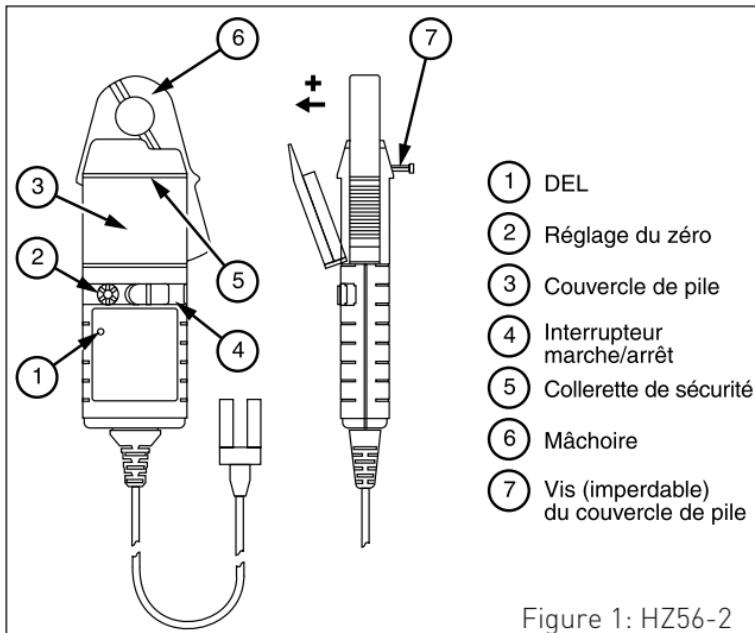

Figure 1: HZ56-2
Pour éviter les blessures en utilisant la sonde, veiller à positionner les doigts derrière la collerette de sécurité conformément à la figure 1. Ne pas utiliser la sonde si l'un de ses éléments semble endommagé, y compris ses cordons et ses connecteurs, ou si un dysfonctionnement de l'instrument est suspecté.
Le témoin rouge clignote à l'approche de la tension d'utilisation minimale. Reportez-vous à figure 1.
2. Desserrez la vis de fixation imperdable du couvercle de pile. Soulevez le couvercle de 30° et retirez-le du corps de la sonde conformément à la figure 1. La pile est alors accessible. Remplacez la pile et replacez son couvercle, puis serrez la vis.